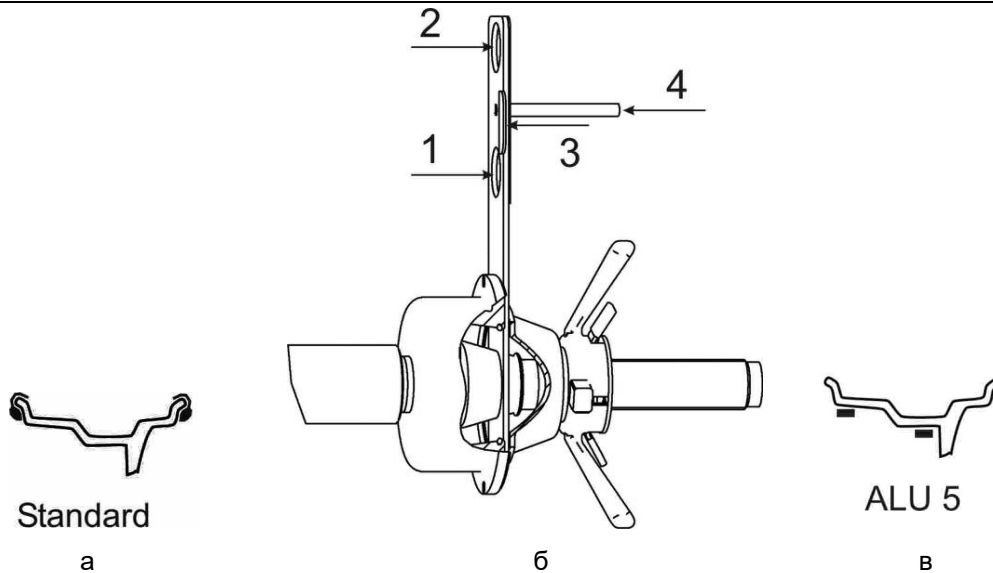

Рисунок 8.1
- выбрать стандартную схему, рисунок 8.1 а;
- выбрать схему ALU 5, рисунок 8.1 в;
На правом индикаторе появится цифра 1. Ввести наконечник первой электромеханической линейки в отверстие 1 калибра (рисунок 8.1), двигая его от вала (в сторону увеличения диаметра), и, удерживая наконечник, нажать **ВВОД**.